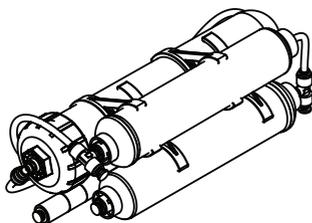

Рис. 4
1. Достаньте из упаковки блок тонкой очистки (рис. 4) и мембрану.